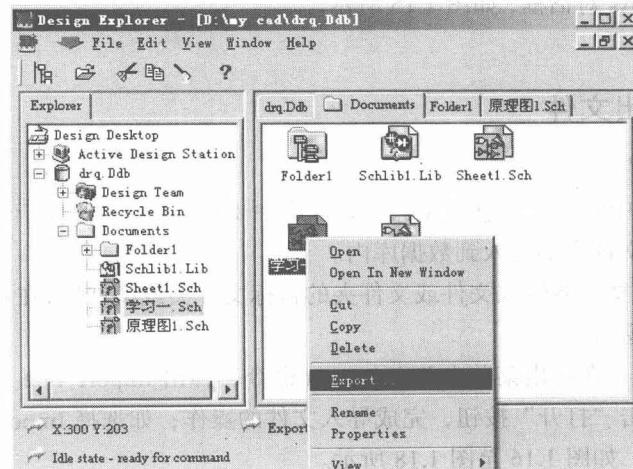

图 1.19 导出文件
- 在文件管理器的左窗口中，或者在右窗口中将光标移到要导出的文件图标上，单击鼠标右键，在弹出的快捷菜单中选择 Export 命令，如图 1.19 所示。